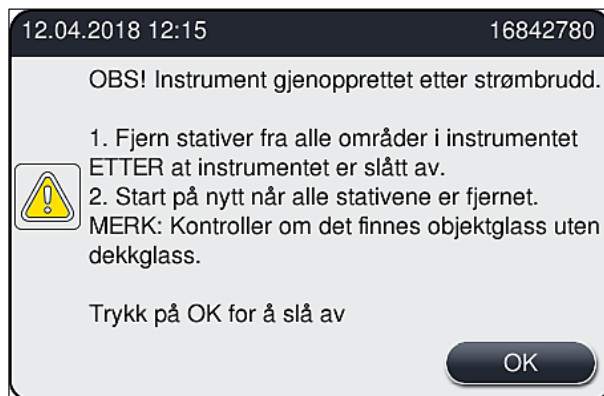

Fig. 107
- Etter at strømforsyningen har blitt gjenopprettet, utfører apparatet automatisk en omstart. Brukeren underrettes om strømbryddet via en informasjonsmelding (→ Fig. 107) på skjermbildet, og hendelsen angis i hendelsesloggen.
- ❶ Etter at strømforsyningen har blitt gjenopprettet, starter apparatet automatisk på nytt. Et advarselslydsignal høres, og en varselmelding vises på displayet (→ Fig. 107).
Følg deretter anvisningene i informasjonsmeldingen (→ Fig. 107) og fjern objektglassene fra apparatet.